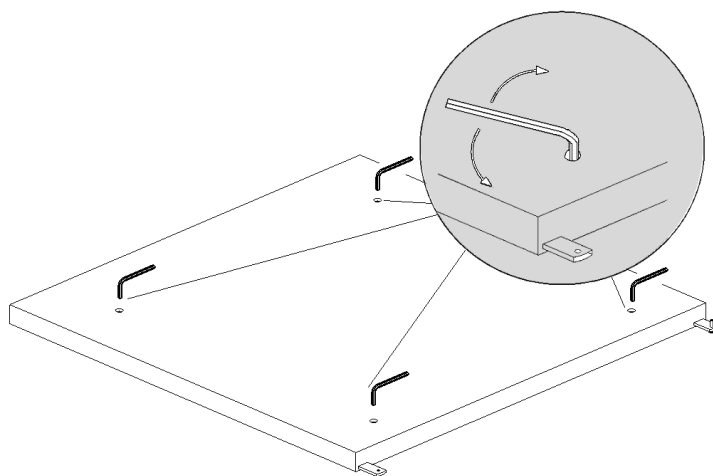

Fig. 2
- Colocar **painel do fundo** sobre o piso e nivelá-lo (Fig.2);